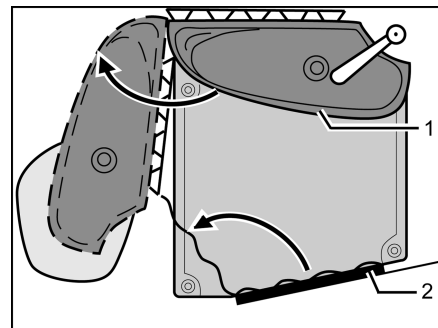

Fig. 250 Toilette Vario
- Girare il lavabo con la parete posteriore (Fig. 250,1) nella direzione della freccia.
- Entrare nel vano WC e chiudere la porta di ingresso della toilette (Fig. 250,2) dall'interno e bloccarla.